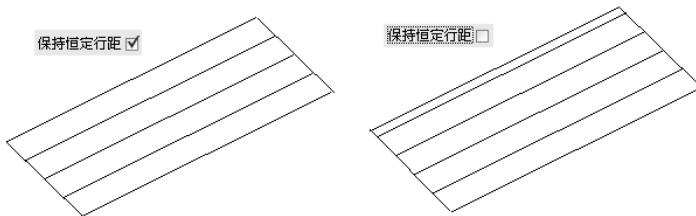

图 2-22 保持恒定行距
(2) 高速加工 “高速加工” 选项中有几个选项与“偏置区域清除” 内容不同, 它们分别是:
**【保持恒定行距】:** 选中该复选框, 系统将参照行距数值自动调整区域内的行距, 使得行距保持恒定, 如图 2-22 所示。